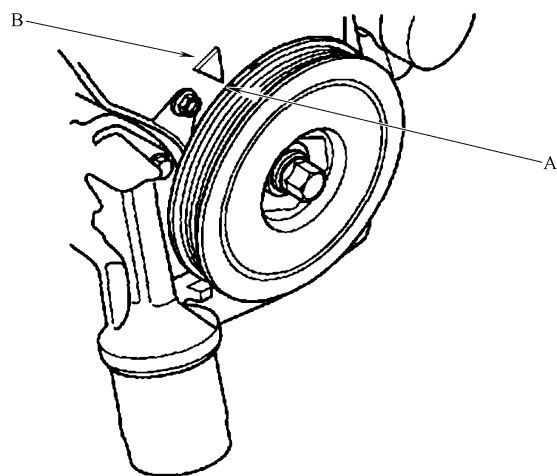

图 23-67 白色标记 A 与指针 B 对齐
- 14) 按照图 23-67 所示, 转动曲轴带轮, 使白色的标记 A 与指针 B 对齐。